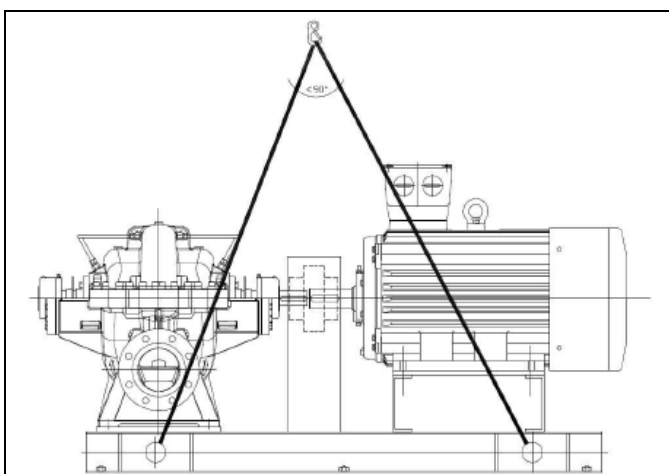

Рис. 4 Опорная плита с подъемными отверстиями
- если опорная плита имеет отверстия для подъема или петли, используйте данные подъемные отверстия или петли (Рис.4)